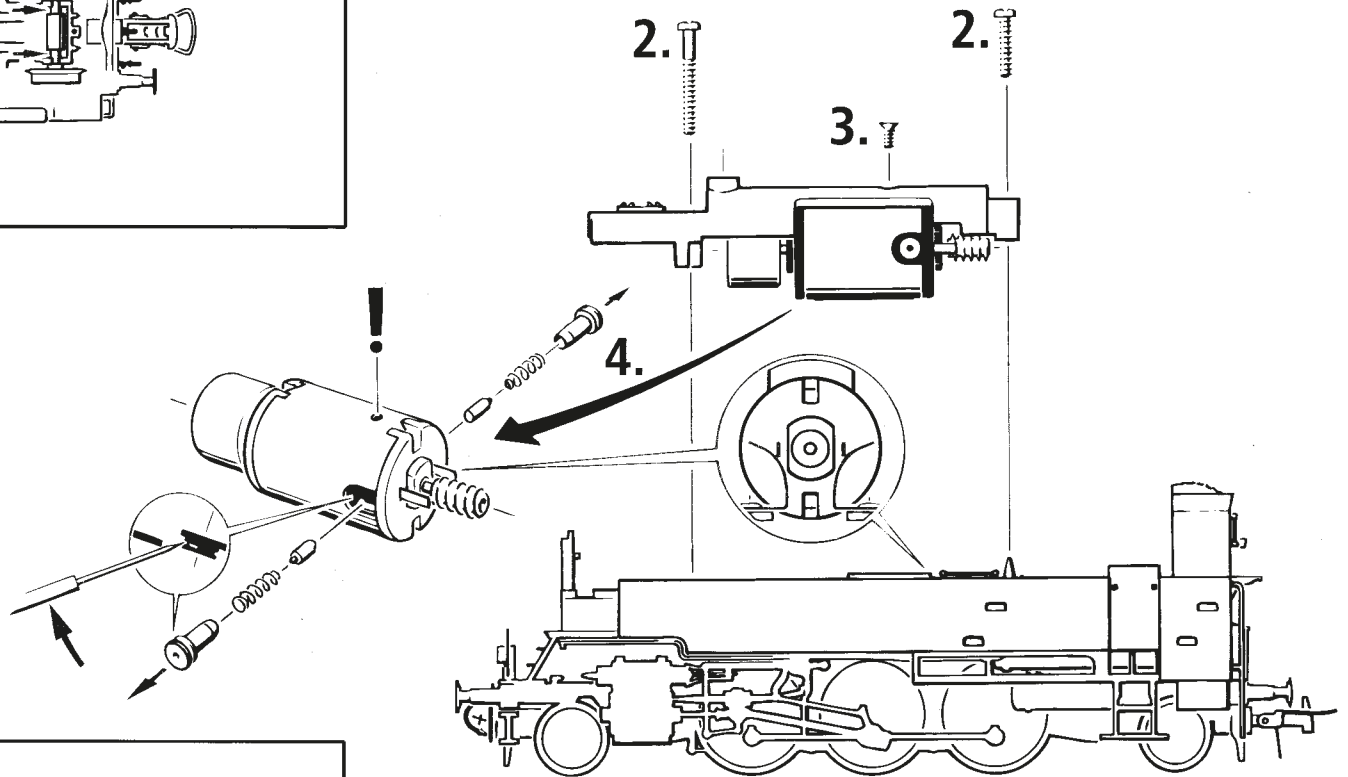

Fig. 11
**Ausführung für Wechselstrom:** siehe Fig. 11
**A.C. operation:** see fig. 11
**Version en courant alternatif:** voir fig. 11